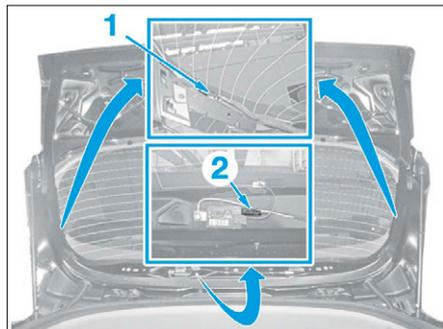

FIG. 20
- Débrancher les connecteurs (1) et (2) (Fig.20).